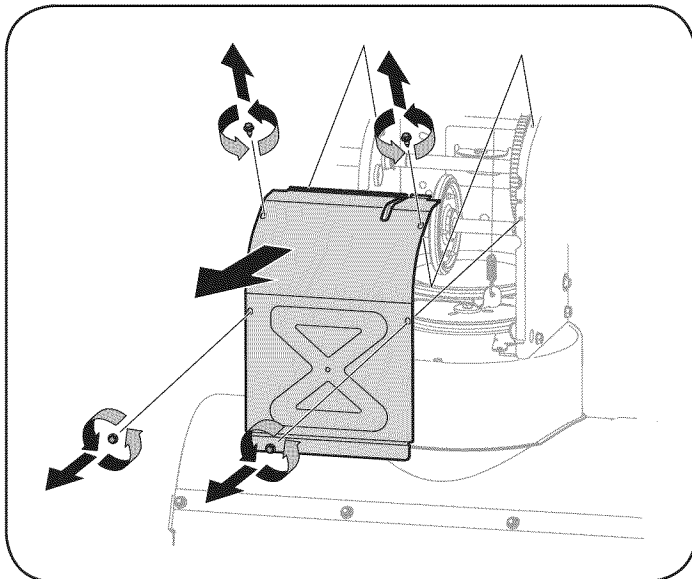

Figura 25
6. Saque la cubierta del marco desde debajo de la máquina quitanieve retirando los cuatro tornillos autorroscantes que la aseguran. Vea la Figura 25.